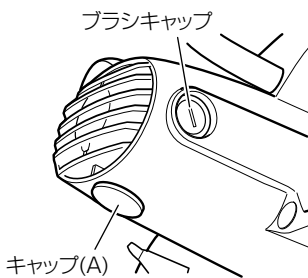

図 11
マイナスドライバーなどでブラシキャップ(図11参照)をはずしますと、スプリングと一緒に取出せます。
ときどきキャップ (A)(図 11 参照) をはずし、内部にたまったごみやほこりを取除いてください。